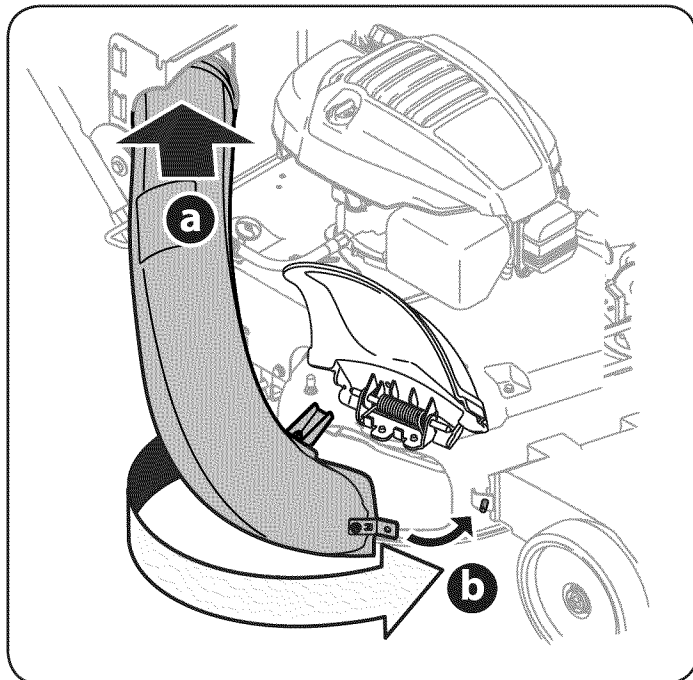

Figura 9
3. Inserte la parte superior de la tolva en la abertura de la ménsula de soporte de la embolsadora. Vea (a) en la Figura 9.
4. Gire la tolva hacia la plataforma de corte y sobre la abertura del costado de dicha plataforma. Vea (b) en la Figura 9.